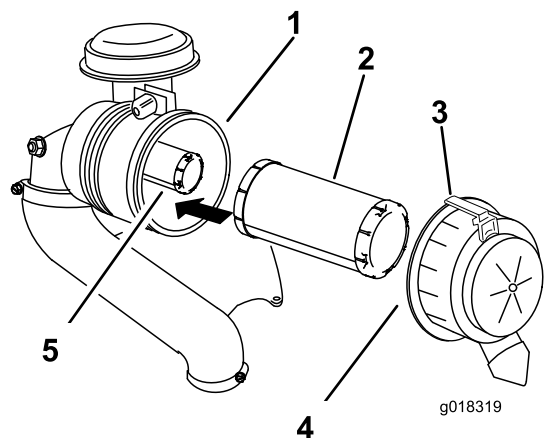

Figura 45
2. Tirate il fermo verso l'esterno e ruotate il coperchio del filtro in senso antiorario (Figura 45).
3. Rimuovete il coperchio del filtro dell'aria dall'alloggiamento del filtro (Figura 45).
- Estraete con cautela il filtro primario dall'alloggiamento del filtro dell'aria (Figura 45).
- Se sostituite il filtro di sicurezza, inseritelo con cautela nel corpo del filtro (Figura 45).
- Montate con cautela il filtro primario sul filtro di sicurezza (Figura 45).
- Montate il coperchio del filtro dell'aria con il lato contrassegnato da **up** (alto) rivolto in alto, quindi fissate il dispositivo di fermo (Figura 45).